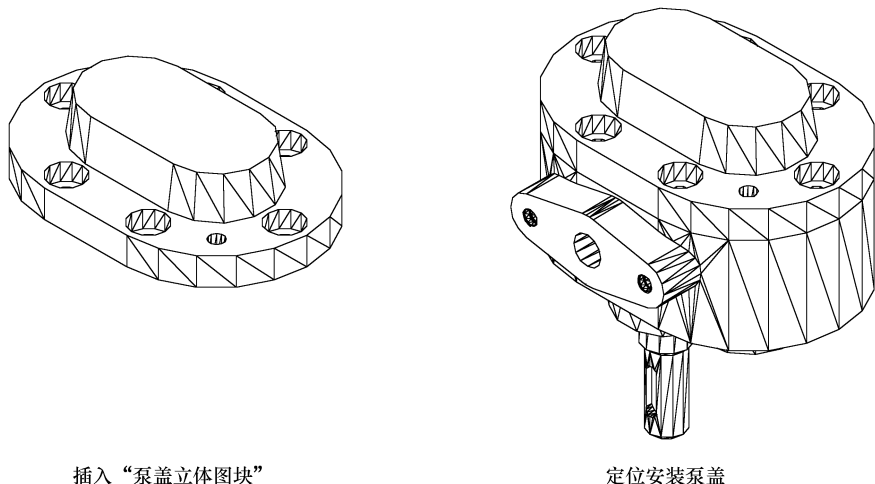

图 13-55 安装泵盖
Step 4 插入“泵盖立体图块”，并定位安装：继续执行插入块操作，插入“泵盖立体图块”。调用“移动”命令，定位安装泵盖。安装泵盖，如图 13-55 所示。